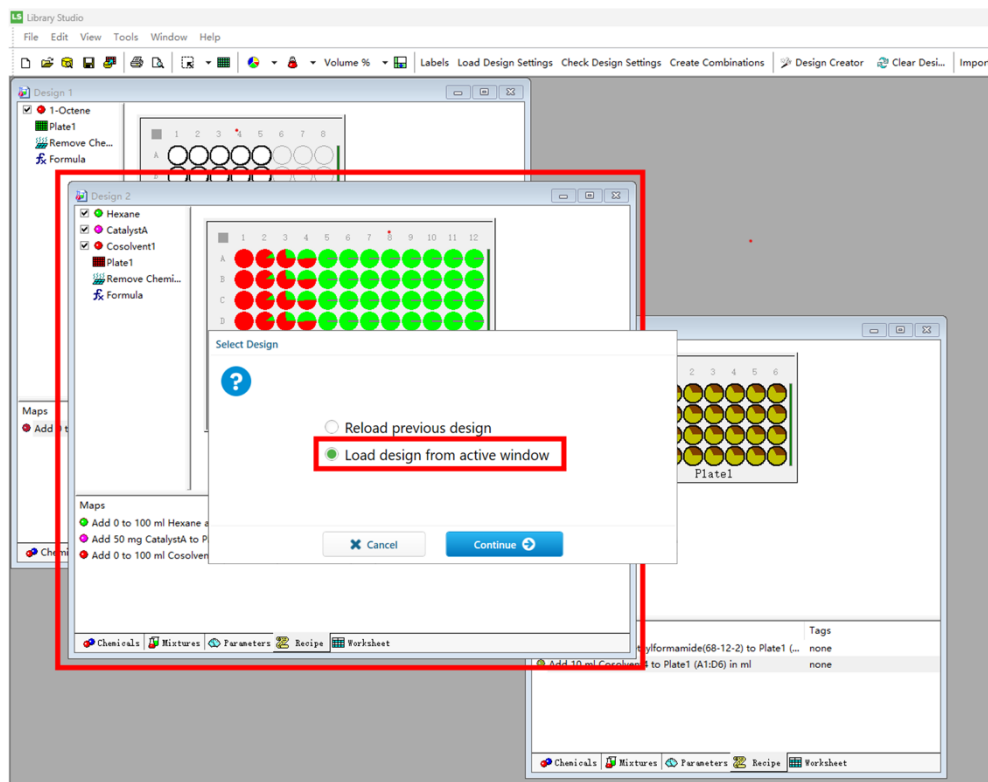

图 6-2-10
- 5) 进入 Design Creator: 确认无误后, 点击上方 Toolbar 中的 **Design Creator** 按钮, 会跳出“Select Design”窗口(图 6-2-10), 选择“Load design from active window”进入下一步操作。若此时 Library Studio 软件中有多个 Design 窗口打开, 请务必确认接下来要使用编辑的窗口被选中并在最上层, 或者处
于最大化状态（如图 6-2-10 中的 Design 2），再点击 **Design Creator** 按钮。